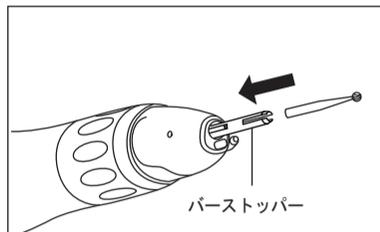

図 3
- 2) 付属のバーストッパーをチャックに挿し込みます。(図 3)